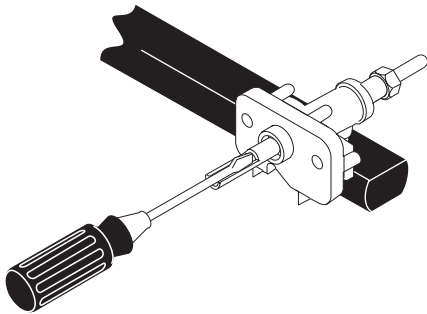

Figura 21: Girar para ajustar la llama
5. Introduzca un destornillador estrecho por el vástago hueco de la válvula y acóplelo al tornillo ranurado interior como se muestra en la figura 21. El tamaño de la llama se aumenta o reduce girando el tornillo.